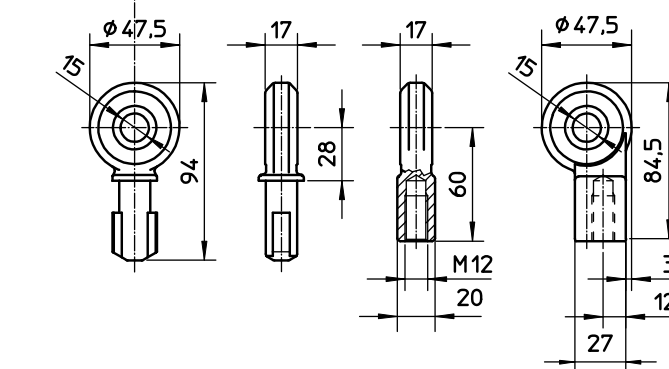
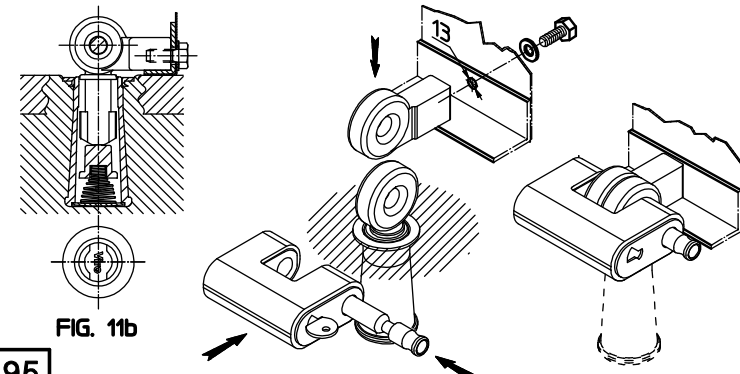

FIG. 11a
FIG. 11b
- Fissare a pavimento la campana posizionandola come indicato nella vista dall'alto di FIG. 11a e FIG. 11b
- Empotrar al suelo la campana posicionandola como indicado en la vista desde la altura de FIG. 11a y FIG. 11b